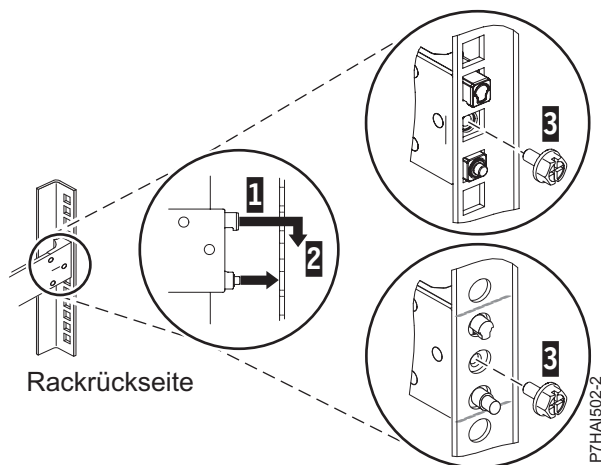

Abbildung 3. Stifte an den Bohrungen in der Rückseite des Racks ausrichten und in den Bohrlöchern einrasten lassen
3. Richten Sie die zwei Stifte an der Rückseite der Schiene an den zuvor markierten oberen und unteren Bohrungen in der ausgewählten EIA-Einheit aus. Ziehen Sie die Schiene zu sich heran, um die zwei Stifte in die Rackbohrungen einzusetzen (1) und senken die Schiene ab (2), damit der hakenförmige obere Stift einrastet. Einzelheiten finden Sie unter Abb. 3 auf Seite 5. Stellen Sie sicher, dass die zwei Stifte aus den Rackbohrungen herausragen, bevor Sie mit dem nächsten Schritt fortfahren.